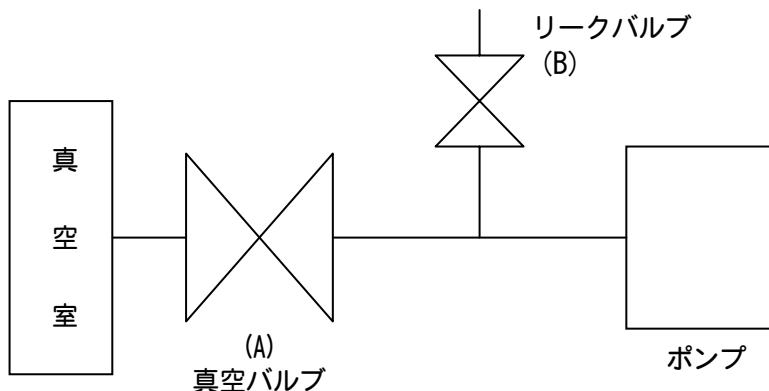

図3. 真空室と基本的な配管接続図
- (2) 真空室とポンプの間には、図3. のように、真空バルブ(A)及びリークバルブ(B)を取り付けて下さい。
リークバルブ(B)を閉じ、吸気口につながる真空バルブ(A)を開いてポンプのスイッチを“ON”にして運転を開始して下さい。ポンプが排気を始めます。（図3. 参照）
まず真空バルブ(A)を閉じ、速やかにリークバルブ(B)を開いてポンプの電源スイッチを“OFF”にします。（図3. 参照）